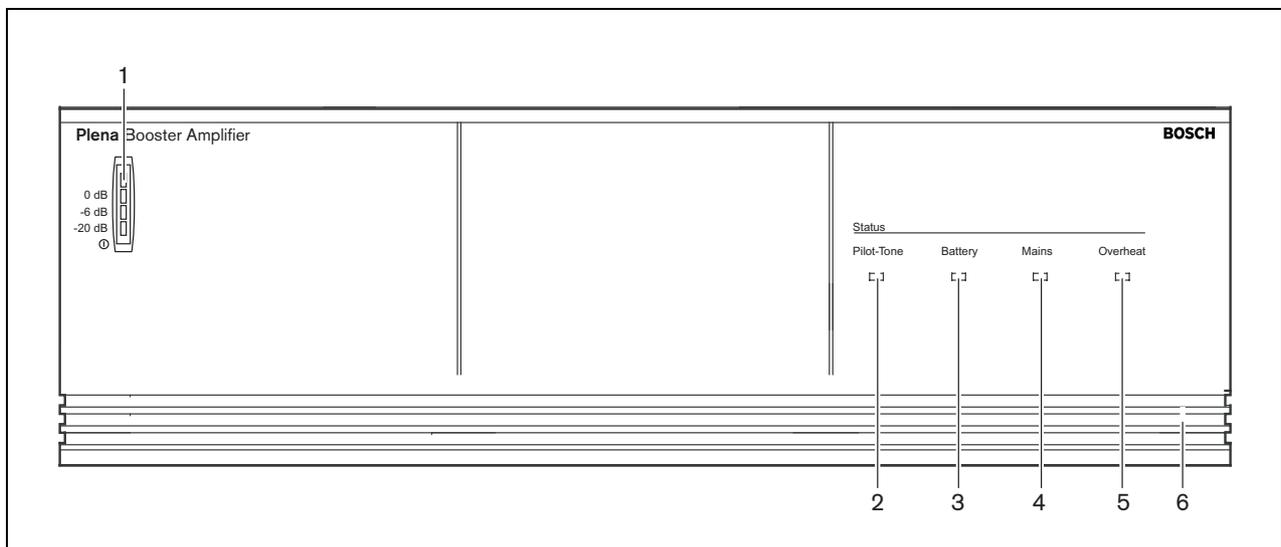

figure 5.2: Panneau avant LBB1938/20
Si l'alimentation secteur ou de secours est disponible, la VU-barre (1) à l'avant de l'amplificateur de puissance est allumée et affiche le niveau en sortie de l'amplificateur (voir figure 5.2).